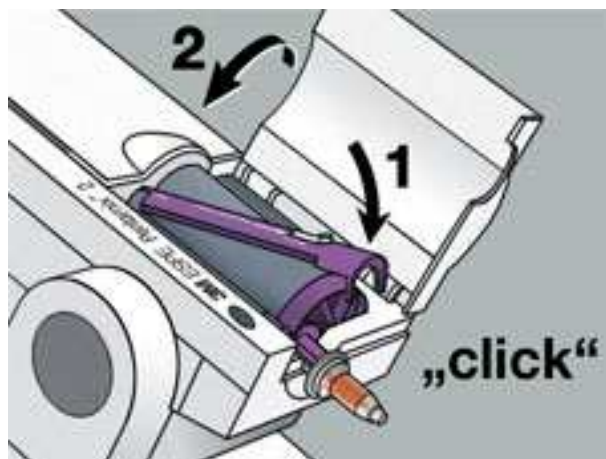

Рис. 9
- ▶ Нажимать на стопорный рычаг вниз, пока он не защелкнется со звуком (рис. 9).